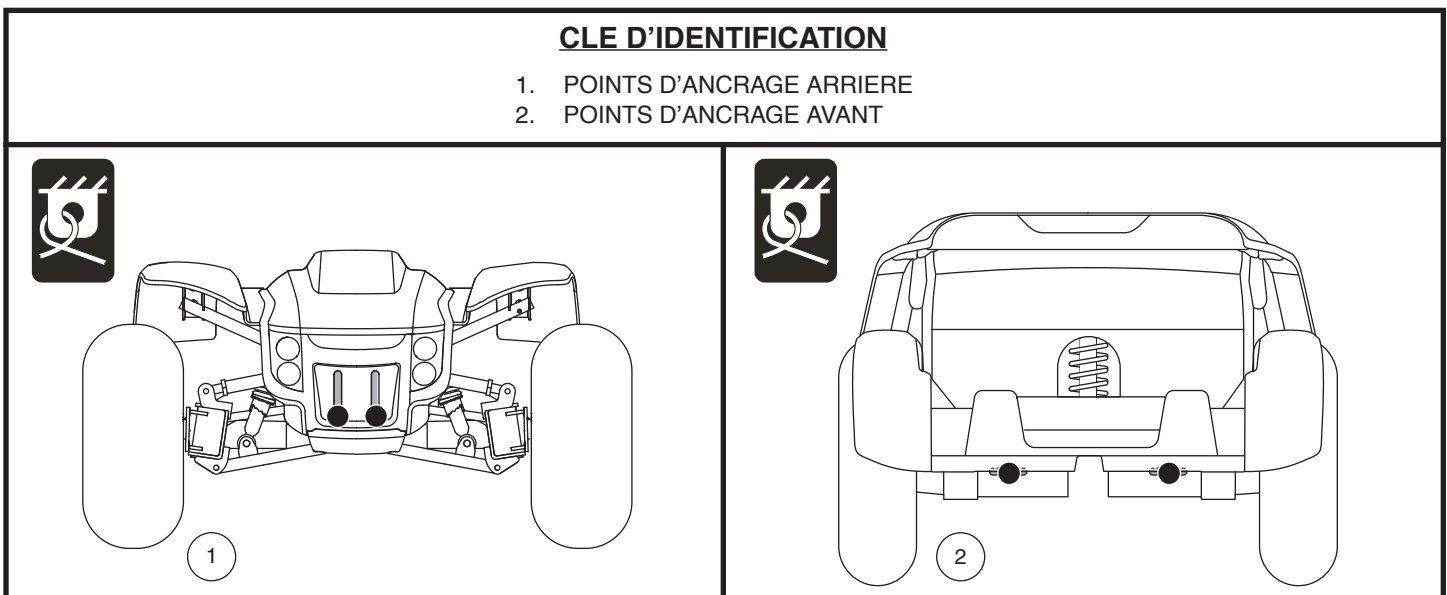

Figure 9. Points d'ancrage (identifié avec des points noirs)
Le véhicule doit toujours être ancré face à l'avant du véhicule. Fixez les quatre (4) courroies aux points d'ancrage désignés sur le véhicule. Voir la figure 9. Serrez-bien les courroies pour retirer le jeu excessif. N'attachez jamais le véhicule par ses composants réglables ou mobiles tels que les accoudoirs, capots ou roues. Ces articles devraient être enlevés. Positionnez les points d'ancrage arrière des courroies directement derrière le véhicule. Les points d'ancrage avant sont disposés plus loin de chaque côté du véhicule afin d'augmenter la stabilité latérale.